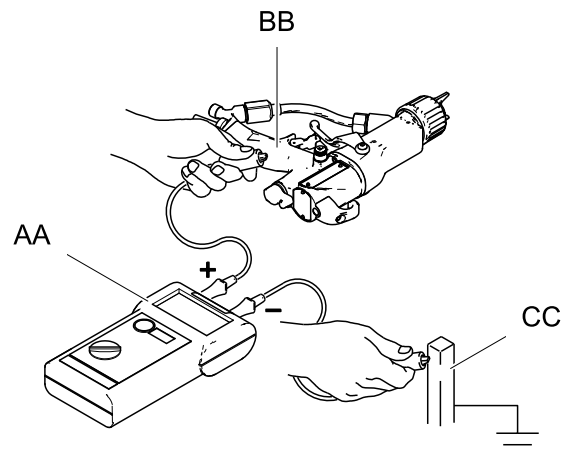

Figure 16 Verificar a ligação eléctrica à terra da pistola
O megaohmímetro, N.º de peça 241079, (AA-consulte a Fig. 16) não está aprovado para uso em área de perigo. Para reduzir o risco de faísca, não use o megaohmímetro para verificar a ligação eléctrica à terra a menos que:
2. Desligue (O) o interruptor LIG/DESL ES.
6. Meça a resistência entre o punho da pistola (BB) e uma ligação à terra verdadeira (CC). Use uma tensão aplicada de um mínimo de 500 para um máximo de 1000 volts. A resistência não deve exceder 1 megaohm. Ver Fig. 16.